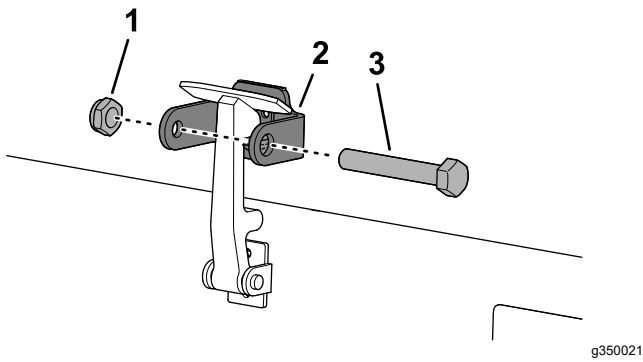

Figure 35
7. Vissez le boulon dans l'autre bras du support de loquet pour bloquer le loquet en position (Figure 35).